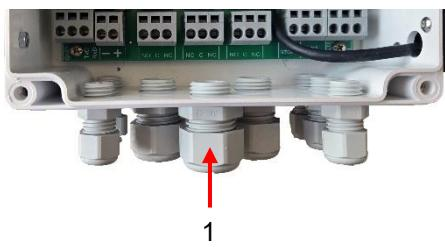
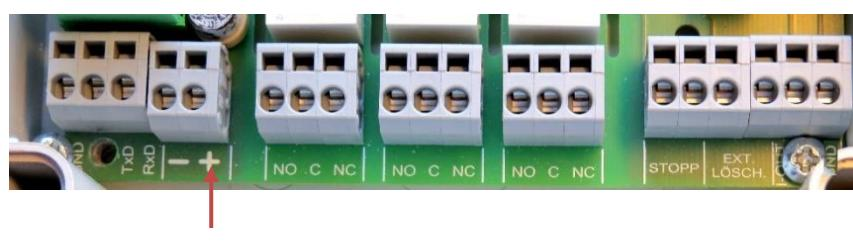

Abbildung 14
Abbildung 15 1
4. Lösen Sie die Zugentlastung der Kabeldurchführung (1) (Überwurfmutter)(siehe Abbildung 14).
6. Ziehen Sie die Überwurfmutter der Kabeldurchführung (1) an und stellen Sie so die Zugentlastung her.
7. Schließen Sie die 24V DC-Versorgungsspannung an die Klemmen + und – (1) an (siehe Abbildung 15).